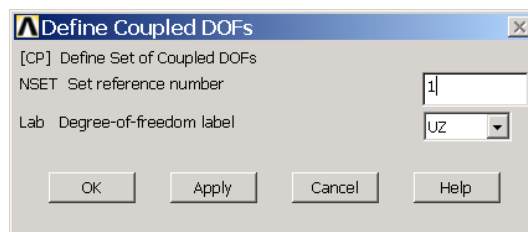

图5.18 耦合自由度
(4) 单击 Main Menu>Preprocessor>Coupling / Ceqn>Couple DOFs 菜单，弹出图形拾取对话框，单击 **Pick All** 按钮，接着弹出如图 5.18 所示的对话框。